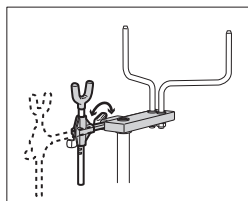

図7
4. レシーバーをテナードラムの中心にあるスペーサーの下にくるように位置を調整し、スタビライザーアームのウイングボルトを締めてください。(図.7)